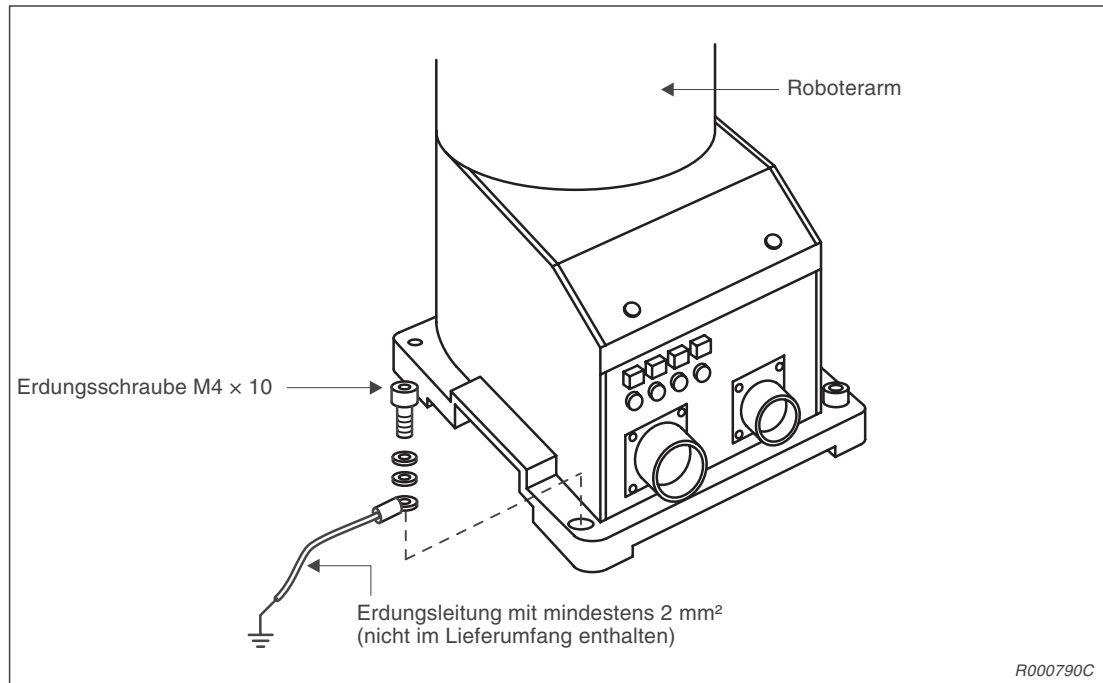

Abb. 2-6: Erdung des Roboterarms
- Die Erdung des Roboterarms erfolgt über eine M4-Gewindebohrung (siehe Abb. 2-6) an der Standfläche.
- ① Verwenden Sie ein Erdungskabel mit einem Querschnitt von mindestens 2 mm².
- ② Prüfen Sie den Bereich der Erdungsschraube auf Belag oder Rost und entfernen Sie ihn gegebenenfalls mit einer Feile.
- ③ Befestigen Sie das Erdungskabel mit der Erdungsschraube (M4 × 10) am Erdungsanschluss des Roboterarms (siehe dazu Abb. 2-6).